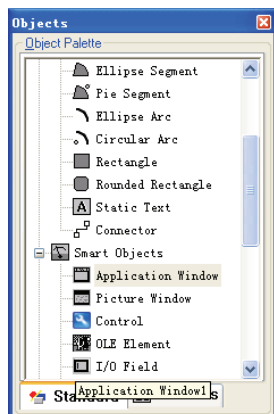

图 13-6 Objects 选项板
- 1) 在过程画面中使用“Smart Objects”选项板，将“Application Window”插入到画面中，如图 13-6 所示。